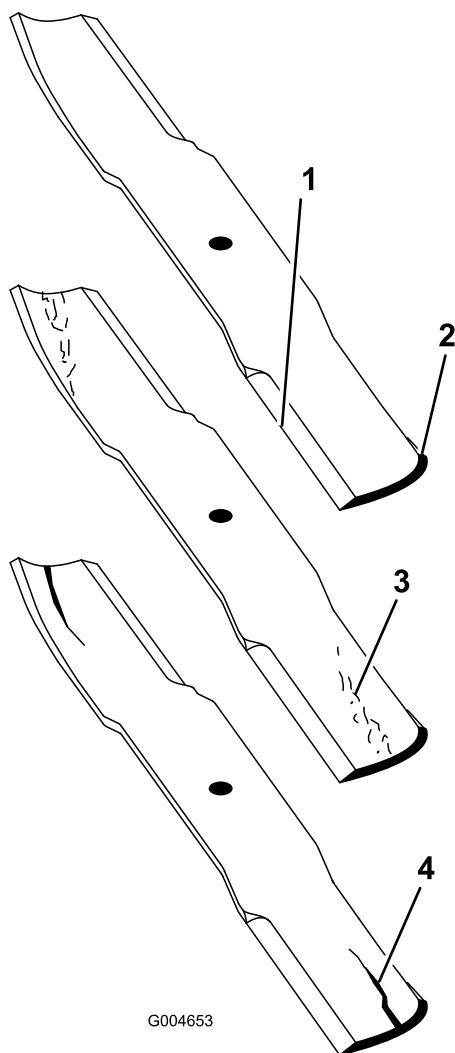

Рисунок 124
2. Осторожно проверьте режущие кромки ножей, особенно в точке соединения плоской и изогнутой частей ножа (Рисунок 124).
Примечание: Так как песок и абразивные материалы могут вызвать износ металла, соединяющего плоскую и изогнутую части ножа, проверьте нож перед использованием газонокосилки. При обнаружении износа (Рисунок 124) замените нож.